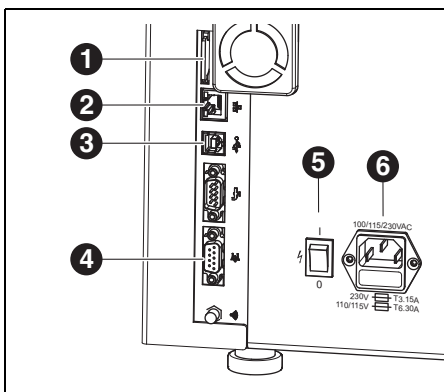

Bild 4 Schnittstellen an der Rückseite der Fräsmaschine
- ▷ Die USB-Schnittstelle ([3] in Bild 4) der Fräsmaschine und eine freie USB-Buchse des PCs mit dem USB-Kabel verbinden.
- ▷ Die Ethernet-Schnittstelle ([2] n Bild 4) der Fräsmaschine mit dem PC bzw. dem Netzwerk über ein Netzkabel verbinden.